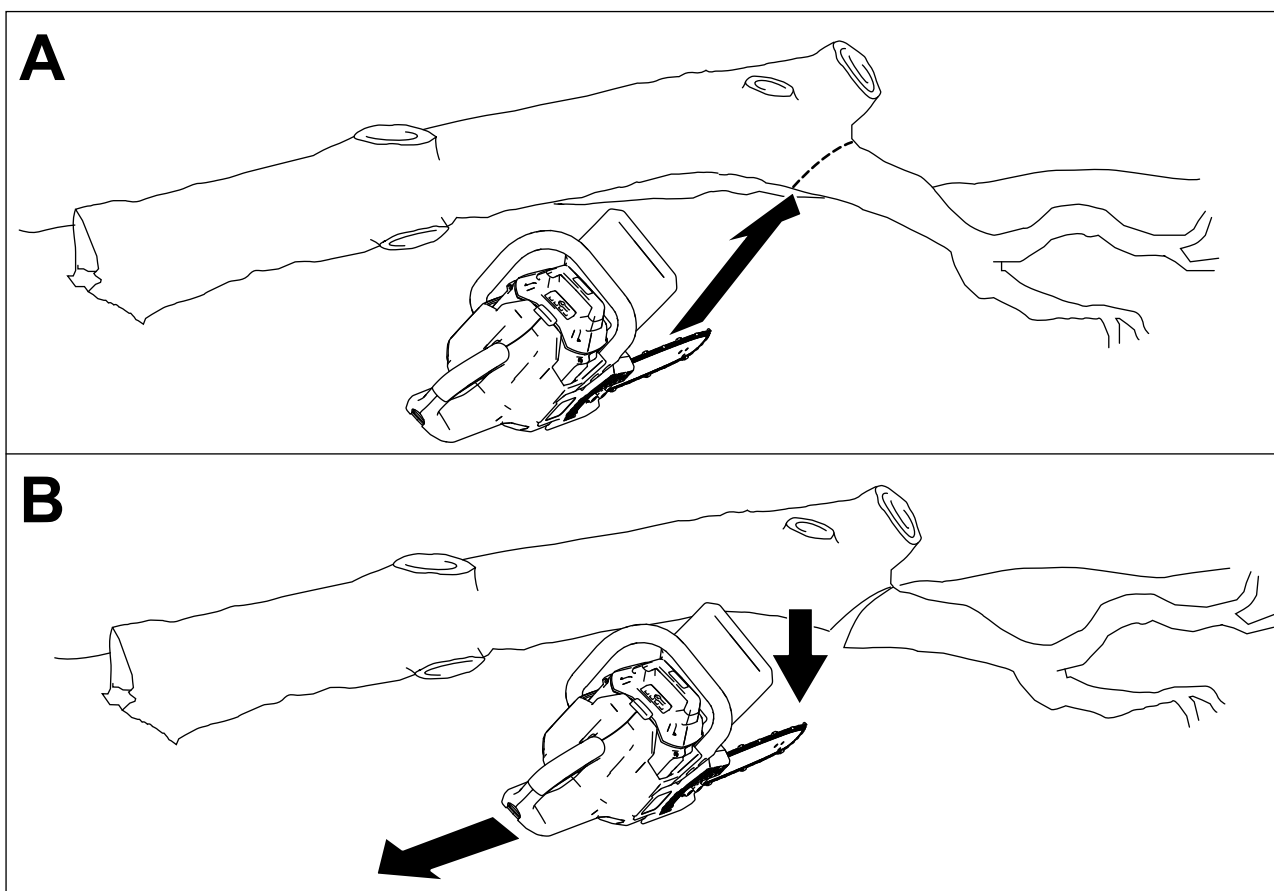

Figure 19
3. Coupez les grosses branches qui supportent le poids de l'arbre en procédant de bas en haut pour éviter que les branches pincent la lame (Figure 19).